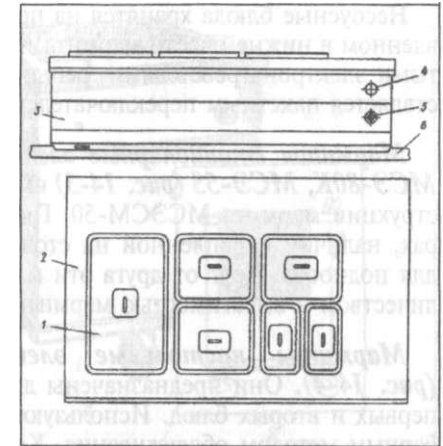

Рис. 14-3. Мармит МСЭ-84:
**Мармиты стационарные электрические МСЭ-110К, МСЭ-110, МСЭ-80К, МСЭ-55 (рис. 14-3)** имеют конструкцию аналогичную конструкции мармита МСЭСМ-50. Главное отличие заключается в размерах, наличии укрепленной на столе полки для тарелок и стола-полки для подносов. Друг от друга эти мармиты отличаются мощностью, количеством и вместимостью мармитниц.